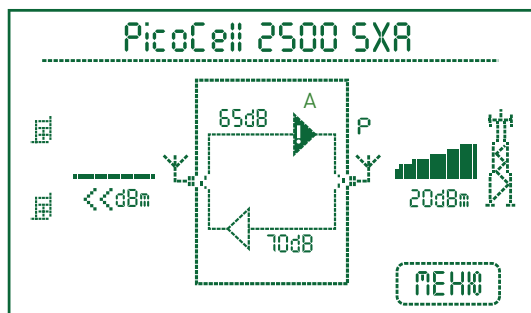

Рис.2. Экран дисплея
4. Убедитесь в отсутствии самовозбуждения репитера. Признаком самовозбуждения является наличие постоянного уровня выходной мощности в канале Uplink при отсутствии работающих телефонов абонентов. Если согласно измерениям или расчетам известно, что уровня сигналов от базовой станции не достаточно для того, чтобы репитер «вышел на полную мощность», а индикатор репитера показывает полную шкалу, и при этом в UP канале постоянно индицируется значок "P", то это однозначно указывает на самовозбуждение (см. рис. 2). Также можно пользоваться следующим методом: при увеличении усиления на 1 дБ уровень выходной мощности также должен увеличиться на 1 дБм, если происходит скачок мощности на 3 дБм и более, то это означает наступление самовозбуждения. Для устойчивой работы репитера рекомендуется установить усиление на 2–4 дБ ниже того значения, при котором происходит «скачок» мощности.